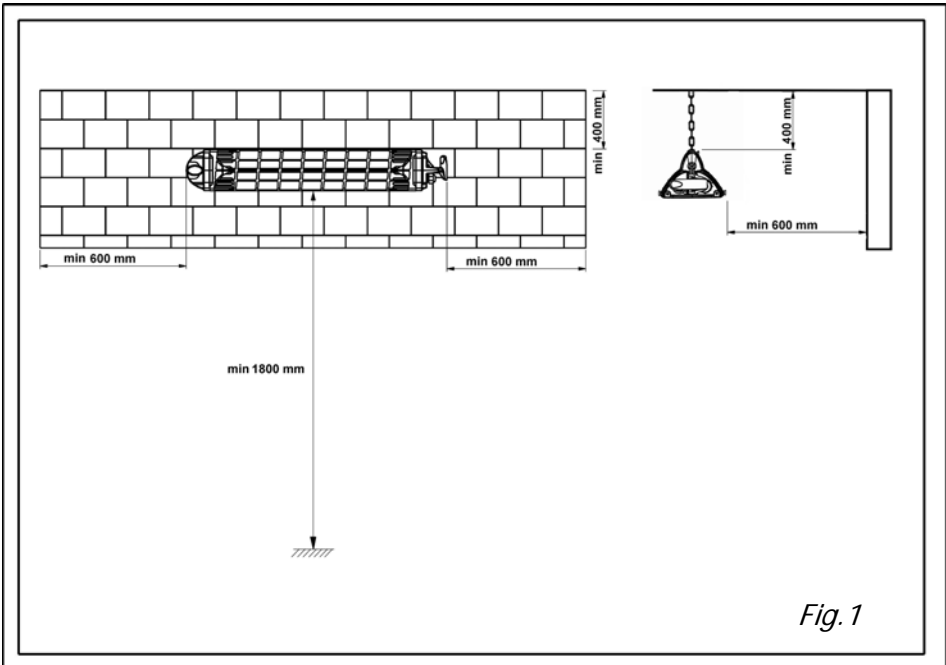

Fig. 1
- Deje un espacio libre mínimo de 40 cm entre la parte alta del calefactor y el techo, y 60 centímetros entre el calentador y la pared (fig.1).
- Instale el calefactor a una altura mínima desde el suelo de 180 cm (fig.1). En caso de instalación en el baño la altura mínima es de 225 cm en las zonas de respeto 1 y 2, mientras que en la zona de respeto 3 la distancia mínima desde el suelo es de 180 cm, según las normas de cada País (CEI 64-8).
La calefacción alcanza una distancia de 3 metros más o menos por delante del aparato. (fig.1).
- Deixe uma distância livre mínima de 40 cm entre a parte mais alta do aquecedor e o telhado e 60 cm entre o aquecedor e a parede (fig.1)
- O aquecedor deve ser instalado a uma altura mínima de 180 cm (fig. 1). Se for instalado no quarto de banho, a altura mínima é de 225 cm nas zonas de respeito 1 e 2, enquanto que na zona de respeito 3 a distância mínima do solo é de 180 cm, em conformidade com as normas de cada país individual (CEI 64-8).
O aquecimento atinge uma distância de cerca de 3 metros perante o aparelho (fig. 1).